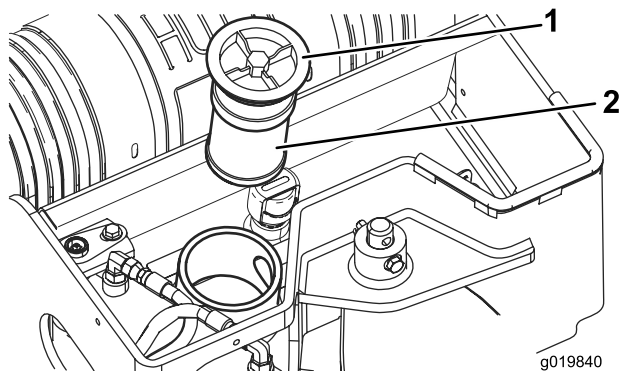

Figura 60
5. Togliete il filtro dell'olio e gettatelo (Figura 60).
6. Inserite il filtro idraulico di ricambio e il tappo di riempimento (Figura 60) e serrate il bullone della parte superiore a 21-25 N m.
6. Togliete il tappo del serbatoio idraulico e il filtro (Figura 60).
11. Inserite il filtro idraulico e il tappo di riempimento (Figura 60) e serrate il bullone della parte superiore a 21-25 N m.